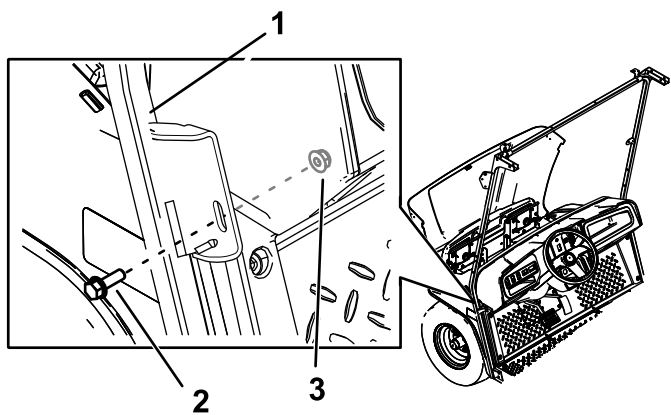

図 31
3. 左右の風防サポートのミドルブラケットを機体に固定する六角フランジボルト5/16 x 1 インチ2本とナット5/16 インチ2個を使用して先ほど開けた穴に取り付ける図 31。